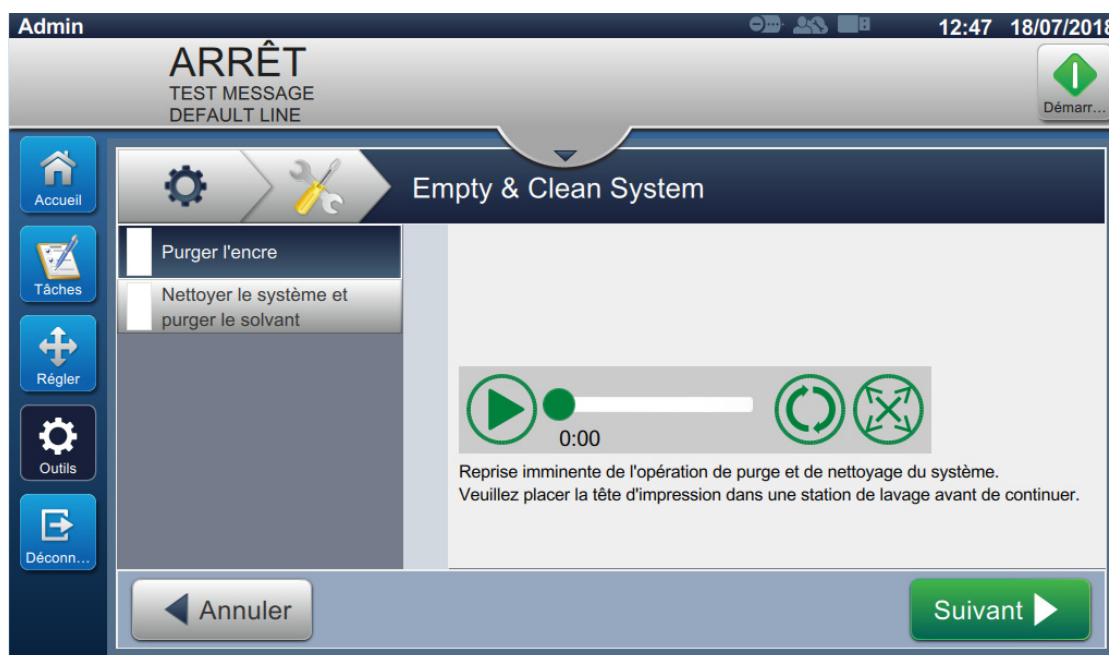

Figure 7-3 : Écran Purger et nettoyer le système
2. Suivez les instructions/la vidéo et appuyez sur le bouton *Suivant* comme indiqué dans la Figure 7-3 pour avancer.